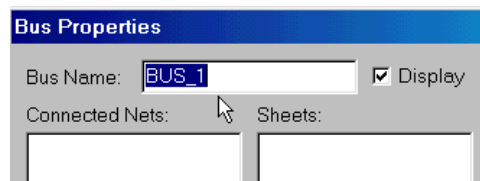

Рис. 6-7. Задание имени шины
5) На панели **Bus Properties** (свойства шины) в окне *Bus Name* (имя шины) наберите **BUS\_1** (см. рис. 6-7)